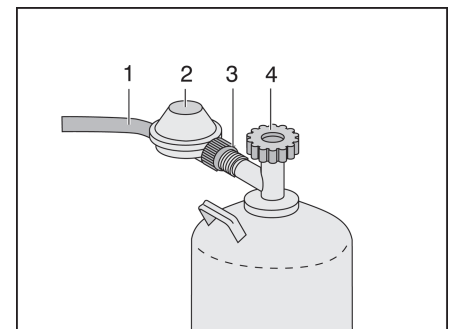

Bild 66 Anschluss Gasflasche
- Haupt-Absperrventil (Bild 66,4) an der Gasflasche schließen. Pfeilrichtung beachten.
- Gasdruckregler (Bild 66,2) festhalten und Rändelmutter (Bild 66,3) öffnen (Linksgewinde).
- Gasdruckregler mit Gasschlauch (Bild 66,1) von der Gasflasche abnehmen.
- Gasdruckregler (Bild 66,2) mit Gasschlauch (Bild 66,1) an die Gasflasche ansetzen und Rändelmutter (Bild 66,3) von Hand fest zudrehen (Linksgewinde).